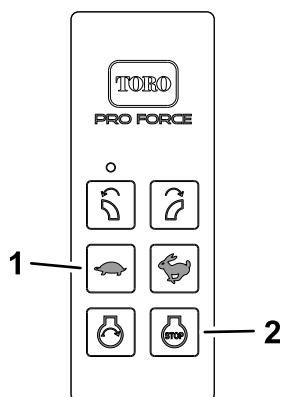

Figura 20
- Pulse el botón REDUCIR LA VELOCIDAD DEL MOTOR (Figura 20) en el control remoto manual para reducir la velocidad del motor (alrededor de 3/4 del acelerador).
2. Pulse el botón PARADA DEL MOTOR (Figura 20).